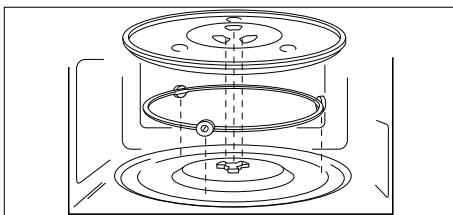

Fig. 4 – Colocación del plato giratorio de cristal
- Introduzca el aro giratorio en la cavidad del espacio de cocción y, a continuación, coloque el plato giratorio de cristal centrado en el eje de accionamiento (véase «Fig. 4 – Colocación del plato giratorio de cristal») de modo que las barras del plato giratorio se sitúen entre las hojas del eje de accionamiento.